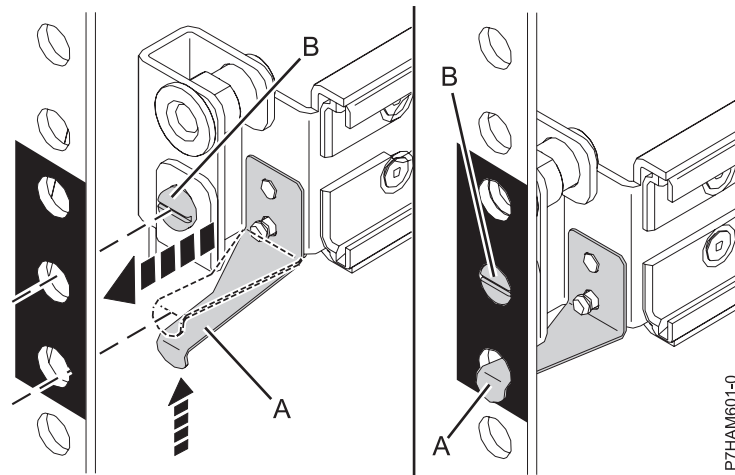

Figure 9. Fixation de la glissière à l'avant de l'armoire
- La patte de fixation (A) est du côté avant de l'armoire, alignée sur le trou inférieur de la bande EIA que vous avez marqué précédemment, comme indiqué à la figure 9, à la page 11.
- c. Soulevez la patte de fixation (A) et insérez-la dans le trou inférieur de la bande EIA que vous avez marqué, comme indiqué à la figure 9. Vérifiez que l'ergot de la patte de fixation est entièrement engagé dans le trou, et qu'il s'appuie fermement sur son bord inférieur. Insérez la vis d'alignement (B) dans le trou intermédiaire de la bande EIA, marqué précédemment.
**Remarque :** Deux tailles de vis d'alignement (B) sont fournies. Si les trous de montage de l'armoire sont ronds, utilisez les petites vis d'alignement pour les glissières. Si les trous de montage de l'armoire sont carrés, utilisez les grosses vis d'alignement. Les vis d'alignement sont fournies dans le kit d'installation de l'armoire.